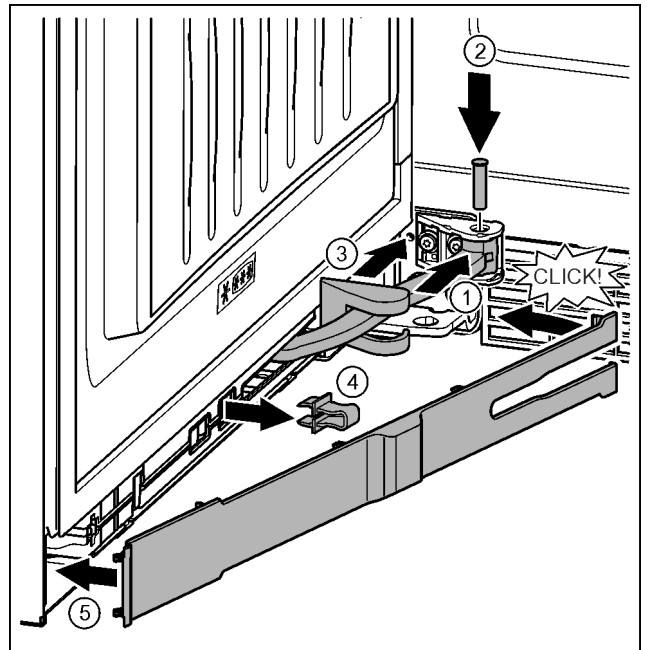

Fig. 46
- ▶ Scharnier in de ophanging draaien. Fig. 46 (1)
- ▶ Bout met een schroevendraaier T15 in de ophanging en het scharnier plaatsen. Opletten dat hierbij de vergrendelnok correct in de groef zit. Fig. 46 (2)
- ▶ Afdekking van de lagerbus langs het scharnier schuiven en over de ophanging monteren. Fig. 46 (3)
- ▶ Borging verwijderen. Fig. 46 (4)
- ▶ Paneel aan de kant van de greep aanbrengen en naar binnen draaien. Fig. 46 (5)